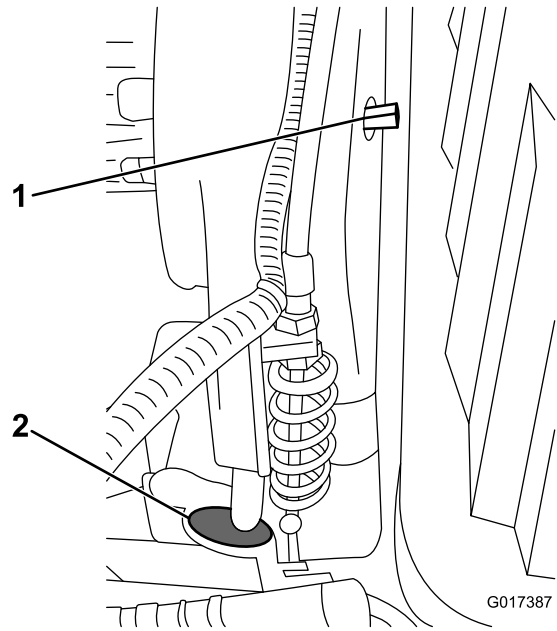

図 43
リールクラッチへのアクセスが必要な場合には、トランスミッションの正面についているゴム製のプラグを外す(図 43)。
トランスミッションのベルトはスプリング付きのアイドラプーリで張りを出しています。ベルトの張りをなくしたい場合には、3/8 インチのレンチで入・切シャフト(図 43)を適当な位置まで回してください。シャフトを右に 1/4 回転させるとアイドラがベルトから外れてきます(図 44)。
**注** トランスミッションの正面についているゴム製のプラグ (図 43) を外すと、クラッチの歯を確認することができます。